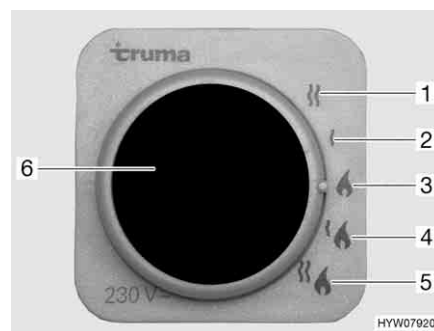

Fig. 200 Selector de energía para la calefacción/caldera
- Funcionamiento a gas (Fig. 200,3)
- Funcionamiento con electricidad a 230 V con los niveles de potencia de 900 W (Fig. 200,2) ó 1800 W (Fig. 200,1)
- Funcionamiento a gas y funcionamiento con electricidad a 230 V (funcionamiento mixto) con los niveles de potencia de 900 W (Fig. 200,4) ó 1800 W (Fig. 200,5)
Si se ha seleccionado el funcionamiento con electricidad a 230 V, se enciende la luz de control amarilla (Fig. 200,6).